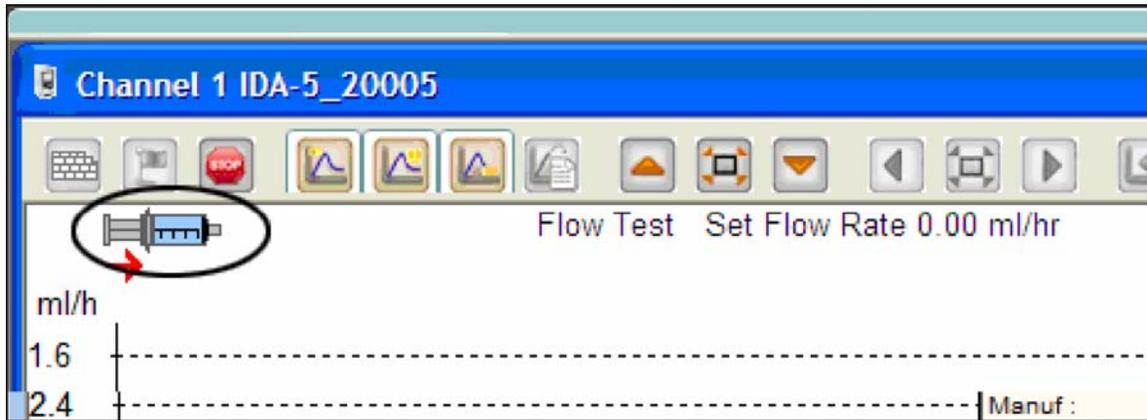

Abbildung 4. Ansauganzeige
2. Geben Sie die Daten für die Prüfung ein, und klicken Sie auf **OK**. Das Spritzen-Symbol (siehe Abbildung 4) bedeutet, dass ein Ansaugen notwendig ist.